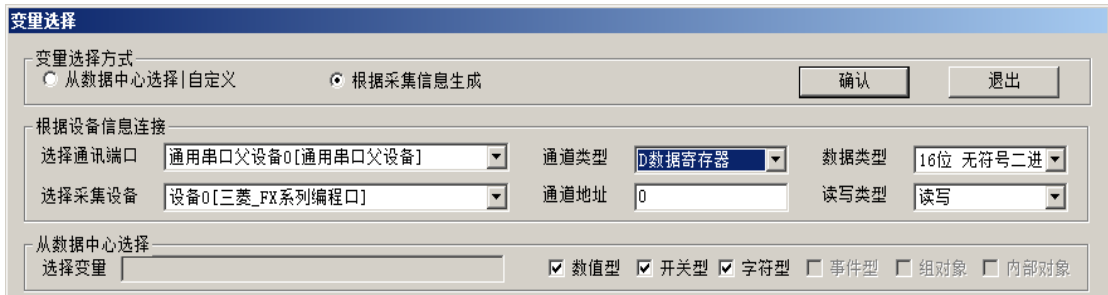

图 4.2.17
③ **输入框**：双击 D0 标签旁边的输入框构件，弹出“输入框构件属性设置”对话框，在“操作属性”页，点击  进入“变量选择”对话框，选择“根据采集信息生成”，通道类型选择“D 数据寄存器”；通道地址为“0”；数据类型选择“16 位无符号二进制”；读写类型选择“读写”。如图 4.2.17，设置完成后点击确认。